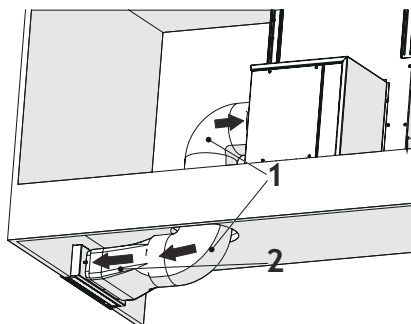

Fig. 23
- 13.** Placér fald/rund adapteren på bagsiden af kulfilterkabinettet (Fig. 23).
Montér nu ventilationskanalen fra motoren til kulfilterkabinettet (Fig. 23).